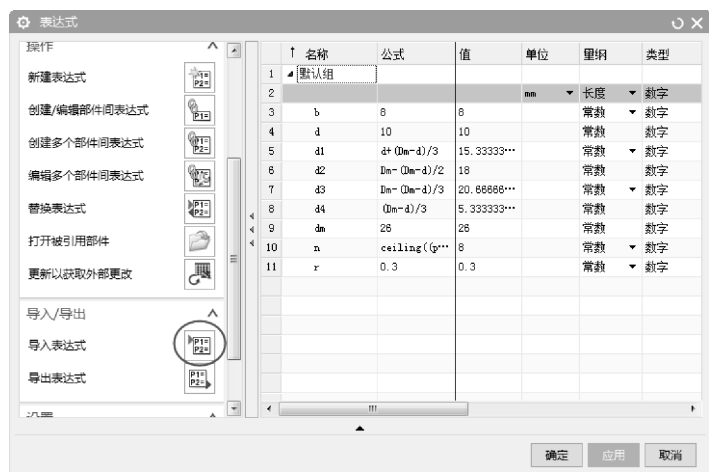

图 6-18 导入表达式数据文件
- 05 在【表达式】对话框的列表框中显示了先前输入的表达式，如图 6-18 所示。